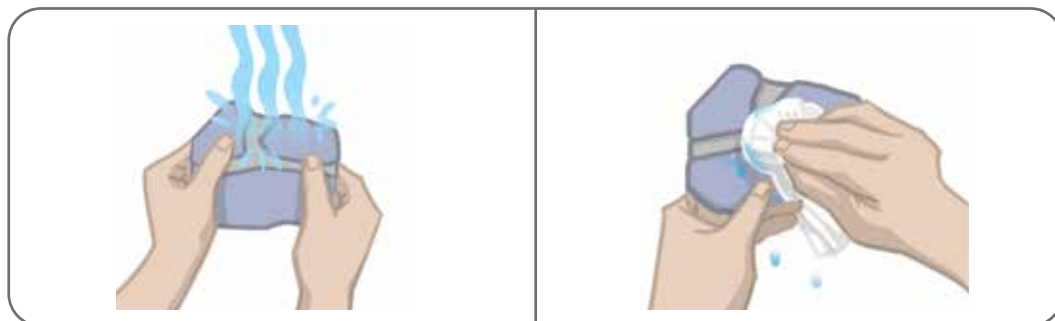

Figure 6-7 : Humidification de l'électrode et élimination de l'excès d'eau
3. Humidifiez la totalité de l'électrode directionnelle avec de l'eau. Reportez-vous à la figure 6-7.
4. Éliminez l'eau en excès de l'électrode directionnelle à l'aide d'un chiffon. Reportez-vous à la figure 6-7.